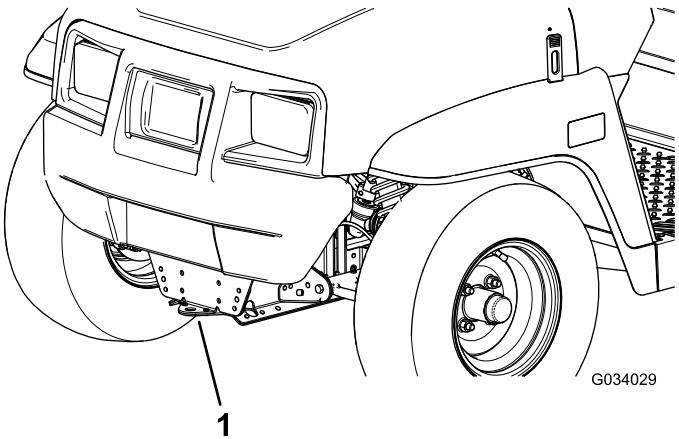
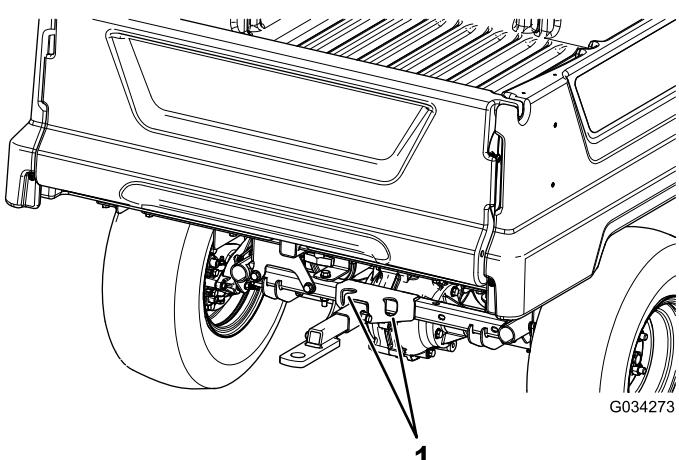

図 20
図 21
長距離を搬送する場合には、機体と同じ幅のランプ板のついたトレーラを使用してください。その場合、車体をトレーラに確実に固定して輸送してください。ロープ掛けのポイントについては図 20 と 図 21 を参照してください。
2. 機体前部にある牽引トングにロープなどの牽引索を取り付ける 図 20。